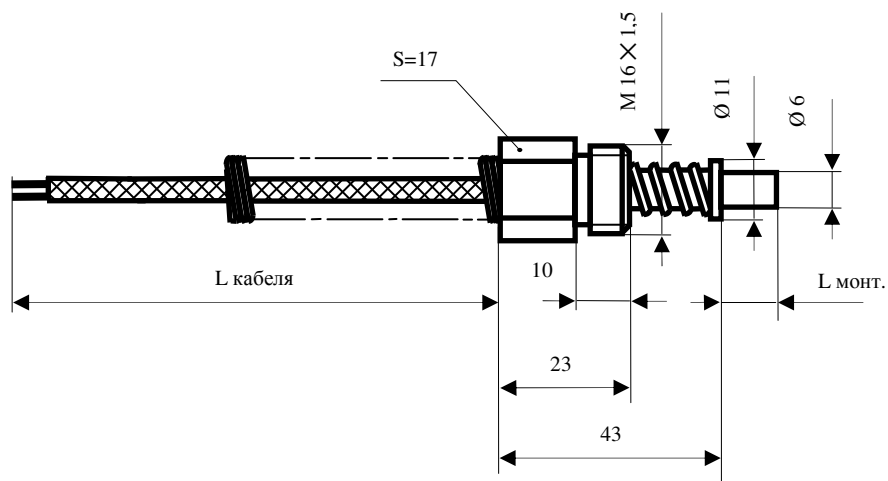

Рисунок 1. Термоэлектрические преобразователи ТХА 003 и ТХК 003 моделей 1 и 7
- Внешний вид преобразователей и их основные размеры представлены на рис. 1–6.